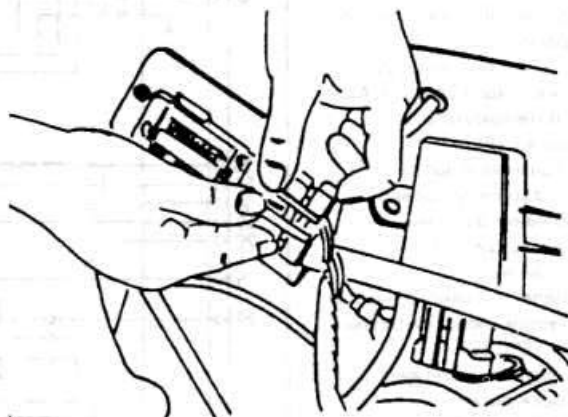

Рис. 2.159
- ♦ Выньте вилку многоконтактного разъема из гнезда модуля (рис. 2.159).